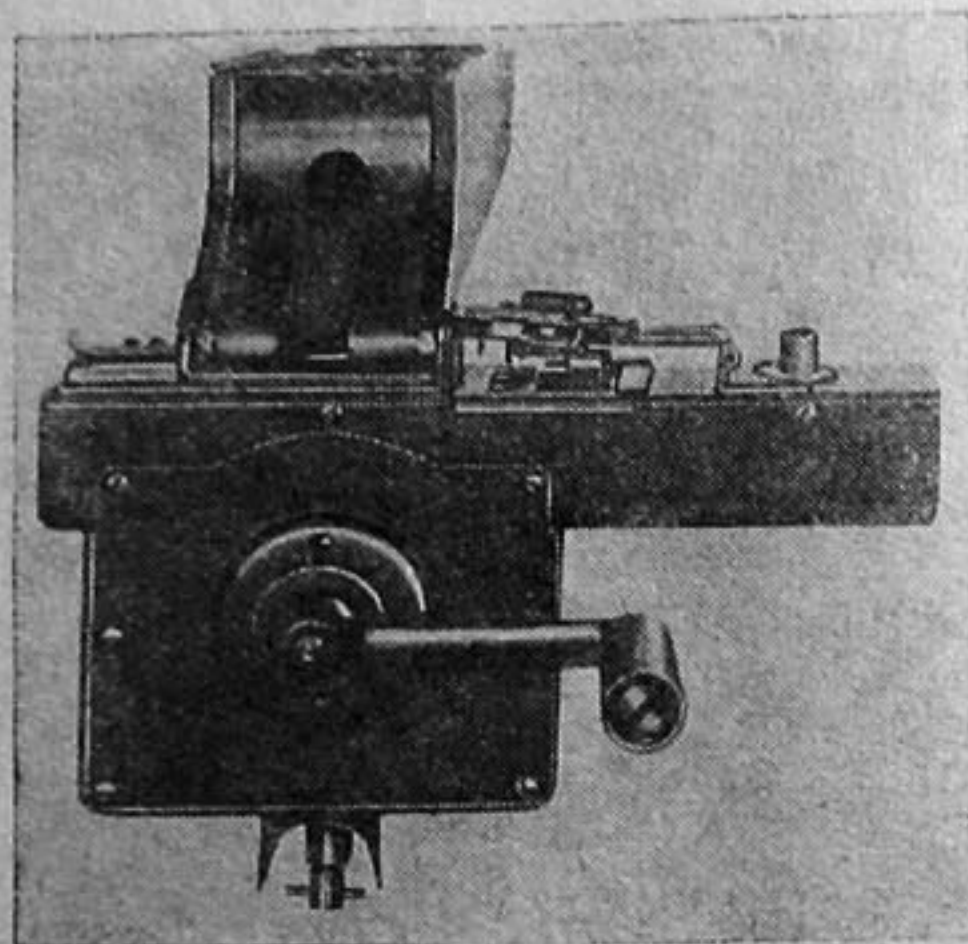

Рис. 31. Машинка для снаряжения патронных лент
3. Для снаряжения при помощи машинки (рис. 31) укрепить машинку на столе; вставить лоток и закрепить его; нажать защелку крышки и открыть крышку; вставить ленту открытой частью звена вверх так, чтобы фиксирующий выступ пружинящего отростка звена прикасался к стенке приемника машинки; закрыть крышку; насыпать в лоток патроны и набивать ленту, вращая рукоятку.